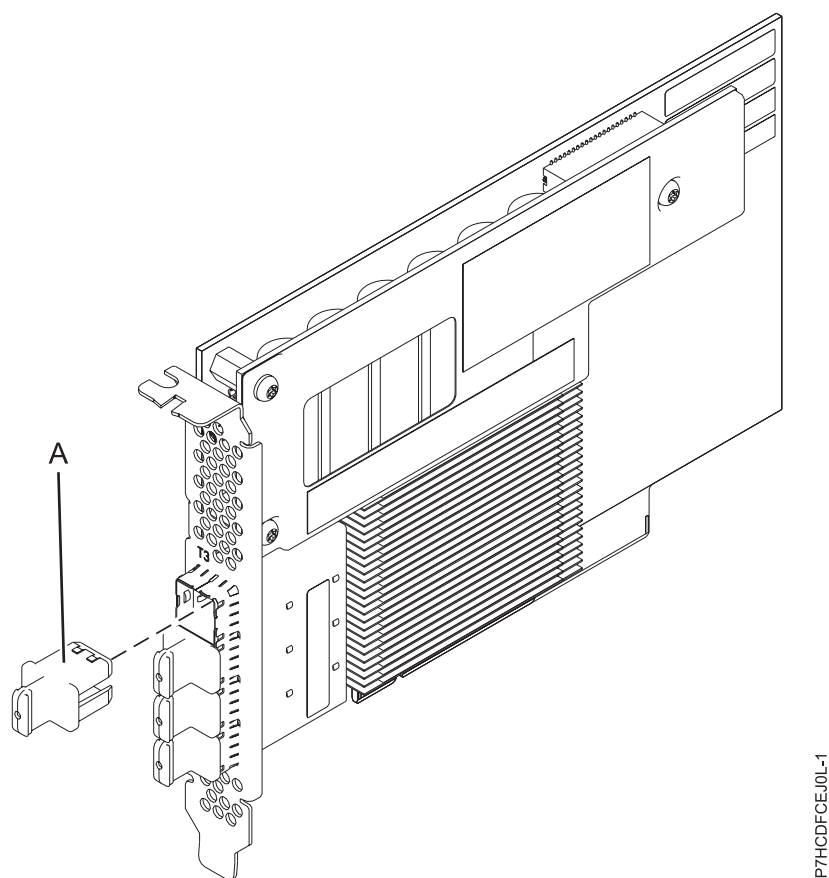

Figura 16. Adaptador PCIe3 12 GB Cache RAID SAS 6 Gb
Figura 16 mostra o adaptador PCIe3 12 GB Cache RAID SAS 6 Gb de porta quádrupla. O plugue do conector (A) está instalado em uma porta vazia e evita danos a essa porta sempre que um cabo para os conectores de porta adjacente é plugado ou removido.
O FC EJ0L é um adaptador single wide, full-height e curto. Figura 16 na página 41 mostra o adaptador FC EJ0L. Cada FC EJ0L requer mais FC EJ0L nesse servidor, ou em outro servidor, que os pares com o adaptador SAS RAID e permite a funcionalidade de cache e outras funções de alta disponibilidade dos inicializadores múltiplos (IOA de armazenamento duplo).